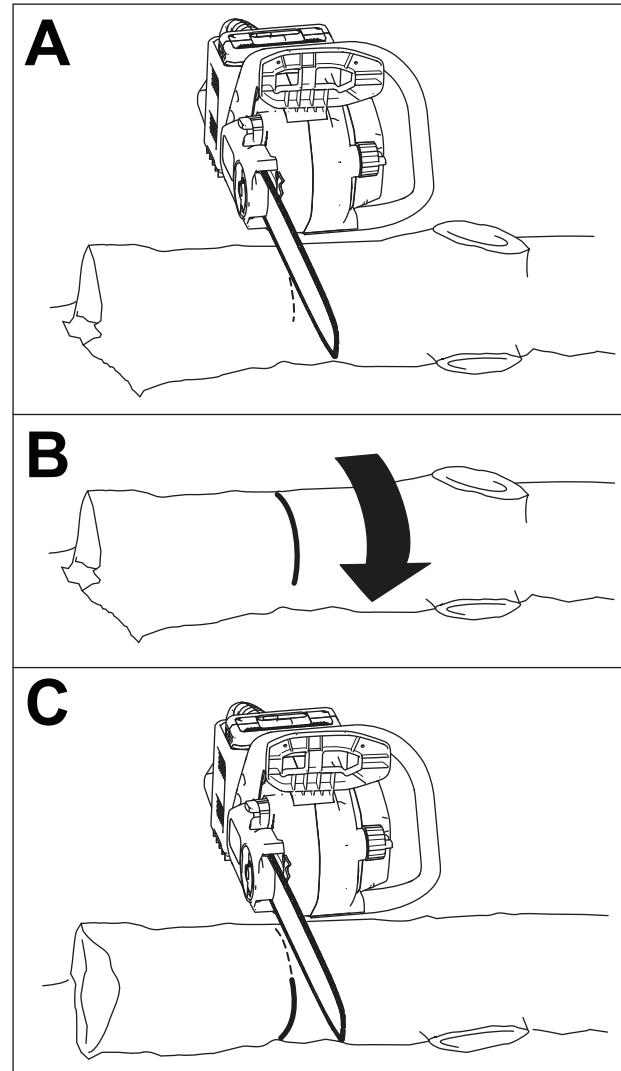

Figure 21
- Si la bille est soutenue aux deux extrémités mais pas en son centre, sciez un tiers du diamètre en partant du haut, puis continuez à partir du bas ou faites rouler la bille pour rencontrer la première coupe (Figure 21).